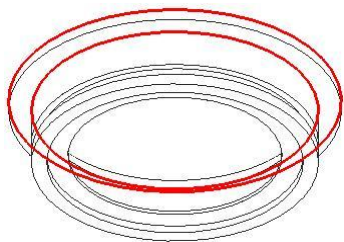
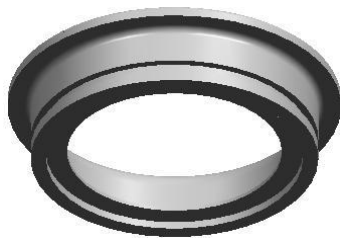

图5-55
图5-56
7. 使用边倒圆功能创建圆角特征。选择图 5-55 所示的实体边缘，然后设置圆角半径为“1”，结果如图 5-56 所示。